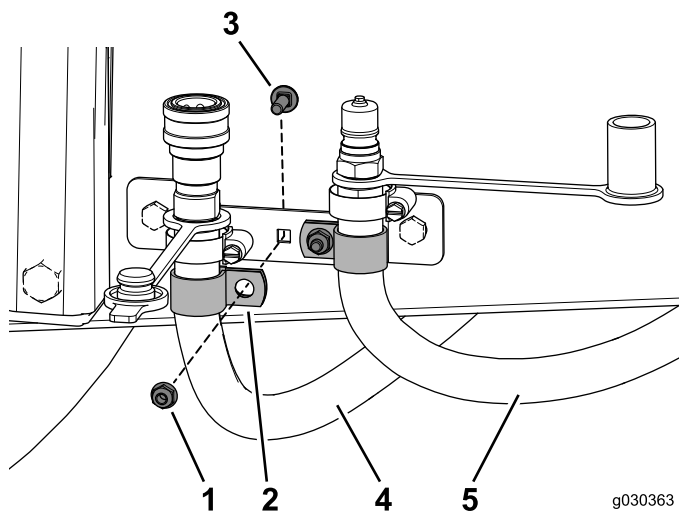

図 45
3. 各ホースに1個ずつRクランプを通す図 45。
4. Rクランプを固定するキャリッジボルト 1/4 x 3/4 インチとフランジナットを使用する 図 45。